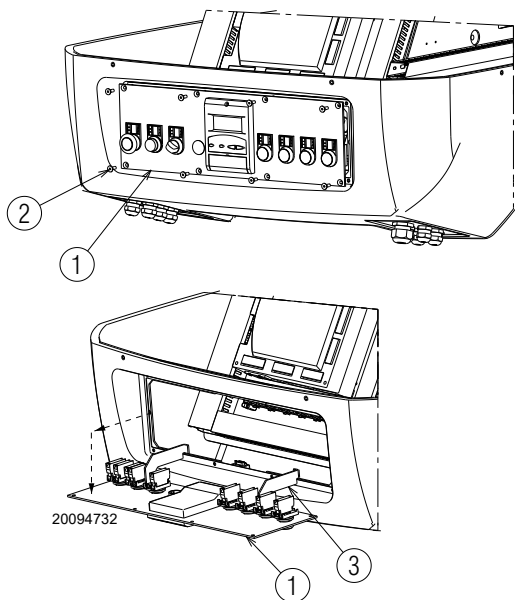

Fig. 36
- extraire le panneau de commande 1) et le tourner 90°, en l'accrochant avec les brides 3) correspondantes dans le profil du tableau électrique comme indiqué dans la Fig. 36;